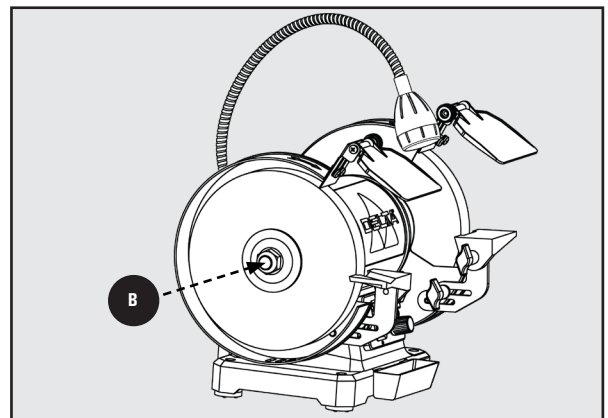

Figure 5
3. À l'aide d'une clé de 24mm, serrez l'écrou de l'arbre **B** tout en utilisant l'autre main pour empêcher la roue de bouger. Serrez fermement l'écrou de l'arbre. Voir la Figure 5.